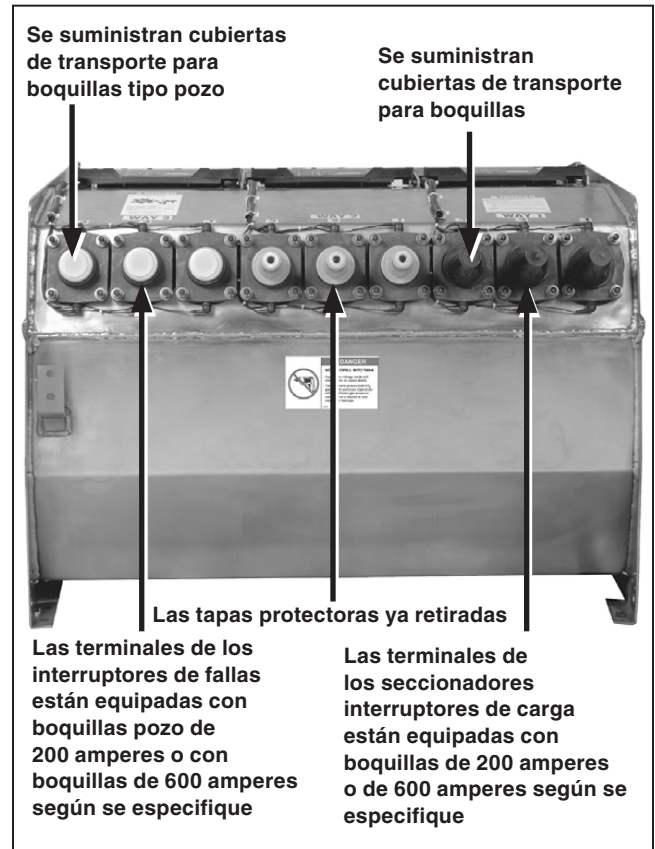

Figura 105. Tanque del interruptor Vista con tapas protectoras. (Se muestra la unidad manual con fines ilustrativos).
- PASO 1.** Quíteles las tapas protectoras para transporte a las boquillas y a las boquillas pozo. Ver Figura 105.